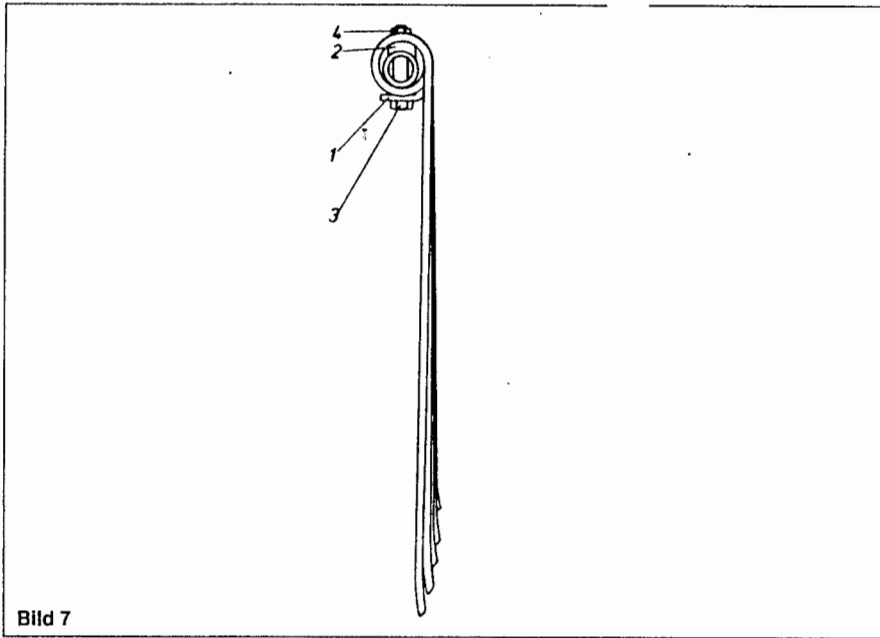

Bild 7
Zinkenhalter auf das Befestigungsauge des Federzinkens auflegen (Bild 7, Pos. 1). Unterlage oben auflegen (Bild 7, Pos. 2), Schraube von unten einführen (Bild 7, Pos. 3) und Sicherungsmutter (Bild 7, Pos. 4) mit ca. 8,5 kpm festziehen. **Zinken muß senkrecht zum Boden stehen.**
Placer le support de dents sur l'oeillet de fixation de la dent flexible (Fig. 7, rep. 1). Placer le support en haut (Fig. 7, rep. 2), introduire le boulon d'en bas (Fig. 7, rep. 3) et serrer l'écrou de maintien (Fig. 7, rep. 4) par 8,3 kpm environ. **La dent doit être placée verticalement par rapport au sol.**
Place the tine supports on the securing eyelet of the spring tine (Fig. 7, item 1). Place the support on top of the assembly (Fig. 7, item 2), introduce the screw from below (Fig. 7, item 3), and tighten the securing nut (Fig. 7, item 4) by approx. 8,3 kpm. **The spring tine must be placed vertical with reference to the ground.**
De tandhouder op het bevestigings oog van de verende tand leggen (afb. 7, pos. 1). Onderlegstuk aan de bovenkant opleggen (afb. 7, pos. 2), schroef vanaf de onderkant inbrengen (afb. 7, pos. 3) en borgmoer (afb. 7, pos. 4) met ca. 8,5 kpm vastdraaien. **Tanden moeten loodrecht op de bodem staan.**
Lägg räfsarmhållaren på fjäderräfsarmens fästhål (bild 7, pos. 1). Lägg ett mellanlägg ovanpå (bild 7, pos. 2), för in skruven underifrån (bild 7, pos. 3) och drag låsmuttern (bild 7, pos. 4) med ca. 8,5 kpm. **Räfsarmen måste stå vågrätt mot marken.**